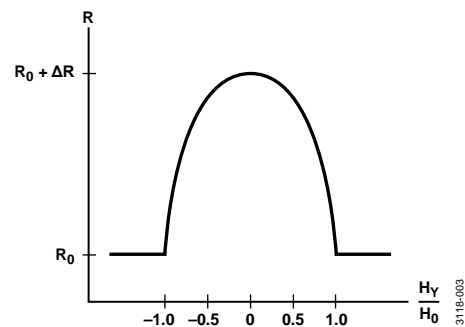

図 3. パーマロイの磁界対抵抗値
1 つ目は、パーマロイの直線動作領域が狭いことです (図 3 参照)。磁化ベクトル (M) と電流ベクトル (I) の角度 (θ) が大きいときだけ、応答が直線になります。残念ながら、パーマロイは応答が直線になるとすぐに飽和してしまいます。